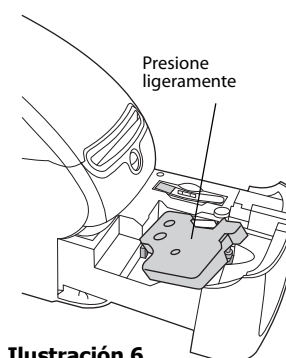

Ilustración 6
- 3** Introduzca el cassette y presione ligeramente hasta que se acople en su sitio. Asegúrese de que la cinta y la etiqueta están correctamente colocadas. Vea la Ilustración 6.